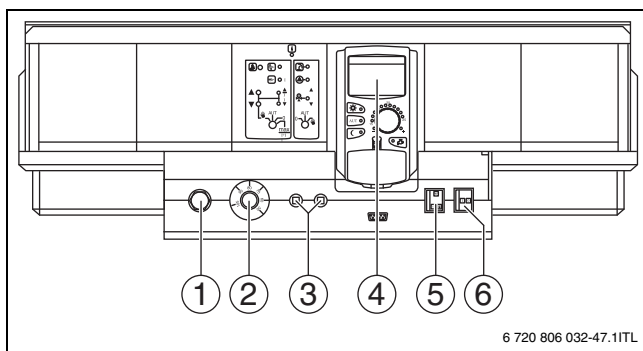

Fig. 3 Aparelho de regulação, exemplo CFB 930
Coloque a sua caldeira de aquecimento em funcionamento através do aparelho de regulação (no exemplo, fig. 3: CFB 930). Com a colocação do aparelho de regulação em funcionamento, o queimador activa-se automaticamente. O queimador pode ser ligado, em seguida, pelo aparelho de regulação.
Coloque a sua caldeira de aquecimento fora de serviço a partir do aparelho de regulação (por ex. aparelho de regulação CFB 930, → fig. 3, página 6). Com a desactivação do aparelho de regulação, o queimador é também desligado automaticamente.
- ▶ Coloque o interruptor de ligar/desligar (→ fig. 3, [2]) na posição "0" (DESLIGAR).